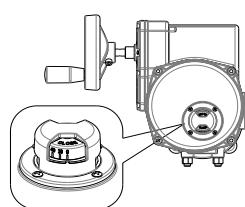

图 4
2.2 检查执行器开度位置，操作手轮调整执行器处于关闭位置，注意通电时勿推入手轮进行操作，如图 4、5。